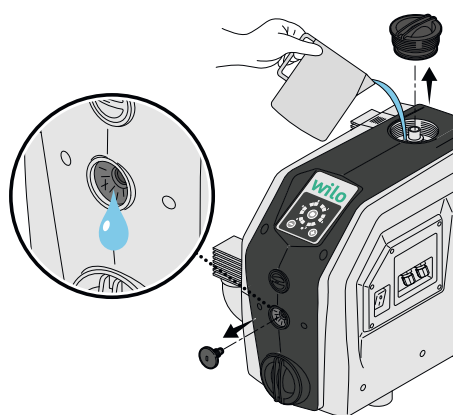

Fig. 8: Punjenje
2. Napuniti proizvod vodom (oko 1,5 L), tako da voda počne da izlazi iz otvora za ventilaciju (Fig. 8).